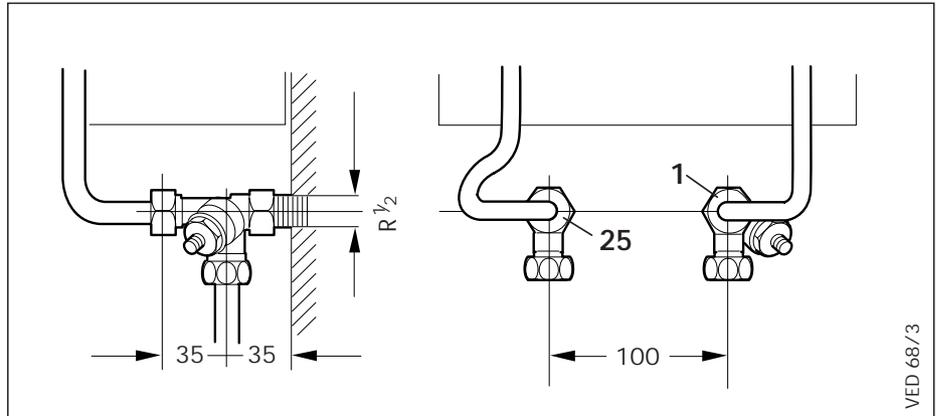

Abb. 5.4 Unterputzinstallation, Kaltwasseranschluß am VED; Maße in mm
(Abb. 5.4 ... 5.7)
### 5.5.3 Unterputzinstallation für entfernte Zapfstellen (Abb. 5.4)
Die Wasseranschlußstücke, entsprechend Abb. 5.4, auf die Doppelnippel schrauben und mit dem Gerät verschrauben.
- für Kaltwasseranschluß direkt am VED .../4 EE, wie in den Abb. 5.4 und 5.6 gezeigt
- für Direkt- und Fernzapfung, wie in den Abb. 5.4 und 5.6 dargestellt